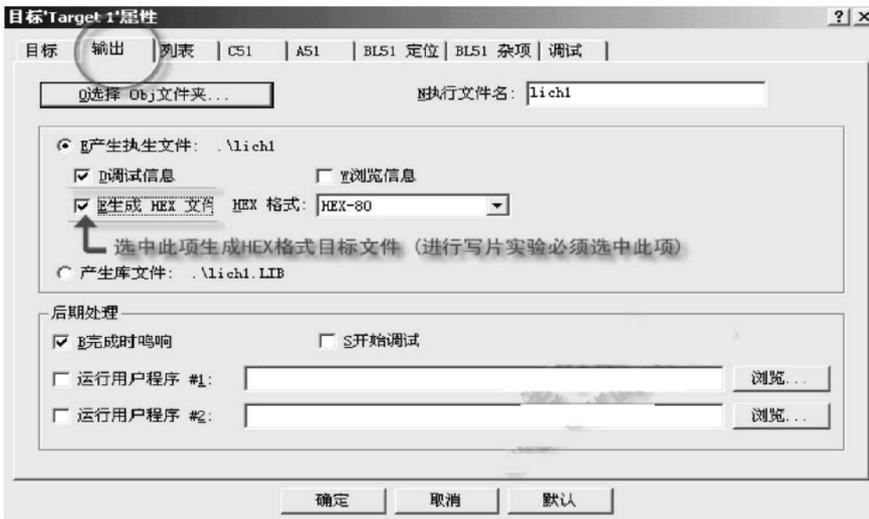

图 1.15: 工程输出设置
第八步：工程目标“Target 1”属性设置。如下图 1.15 所示，在工程项目管理窗中的“Target 1”文件夹上右击，出现下拉菜单，点击“目标‘Target 1’属性”命令，就进入目标属性设置界面。
② 工程输出设置。该页面设置如下图 1.15 所示。注意：如果要进行单片机写片实验，则一定要把“E 生成 HEX 文件”选项选中，程序编译后才能生成我们写单片机需要的 HEX 格式目标文件。